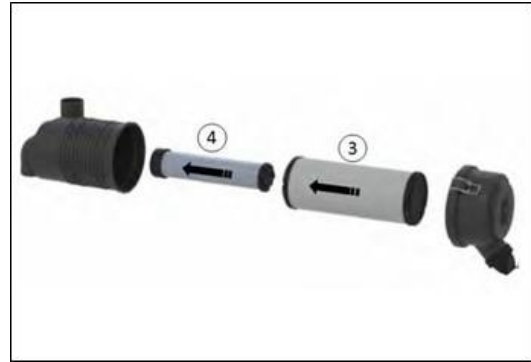

Fig. 165 - FILTRE À AIR
4. Enfilez le nouveau filtre secondaire (4) (fig. 165) sur le tube support.
5. Glissez délicatement le filtre principal (3) (fig. 165) à l'intérieur du boîtier, côté ouvert vers l'avant.